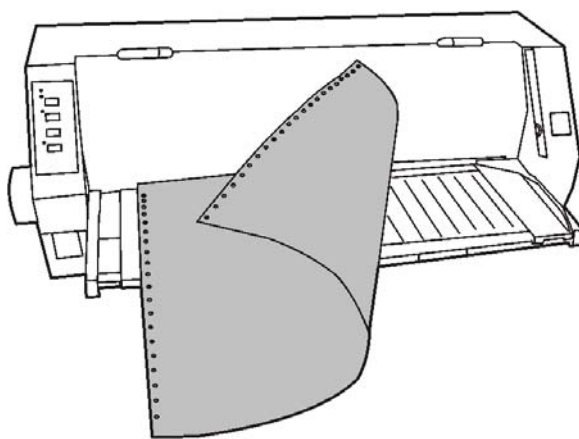

图 3-15 撕连续纸
1. 打印机的出厂默认设置已开启进纸至撕纸位功能。打印完毕后，打印机自动将连续纸的页缝送至撕纸位置。此时，用手将纸张沿打印机前盖边缘（切纸边）撕开（如图 3-15 所示）。撕连续纸前，如果纸张的页缝未正确对准打印机前盖边缘，请调整撕纸位置（参考“第四章 控制面板”中的“调整撕纸位置”部分）。